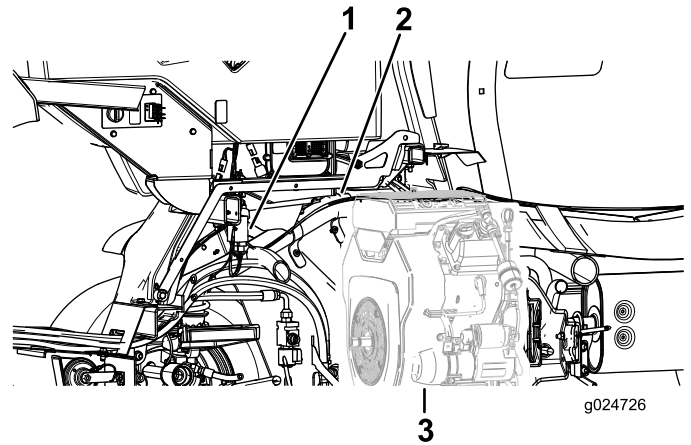

Figura 35
- 1. Enrute la pata de la luz trasera del arnés de cables desde el módulo de intermitencia hacia atrás, a lo largo del tubo del bastidor derecho, entre el tubo del bastidor y el motor (Figura 35).